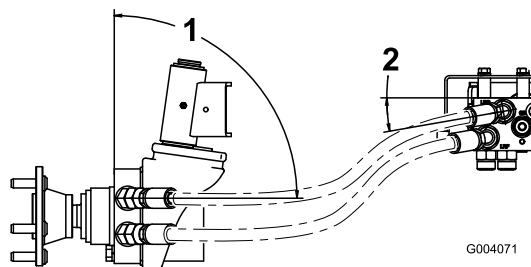

Figura 7
2. Disponete i 2 flessibili sinistri sul motore della ruota sinistra. Collegate il flessibile del collettore superiore al raccordo del motore della ruota superiore e il flessibile del collettore inferiore al raccordo del motore della ruota inferiore (Figura 7). Se i flessibili non sono disposti correttamente, possono entrare in contatto con gli pneumatici o il paraurti posteriore e subire danni.